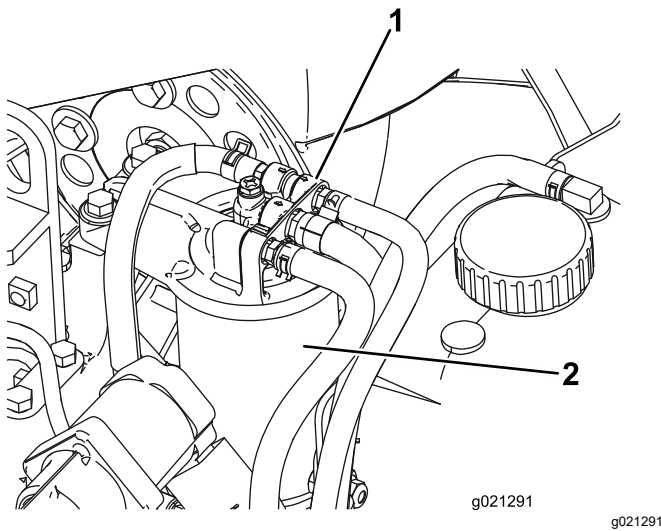

図 93
2. 燃料フィルタのヘッドの周囲をきれいに拭く(図 93)。
- フィルタを外してフィルタヘッドの取り付け部をきれいに拭く 図 93。